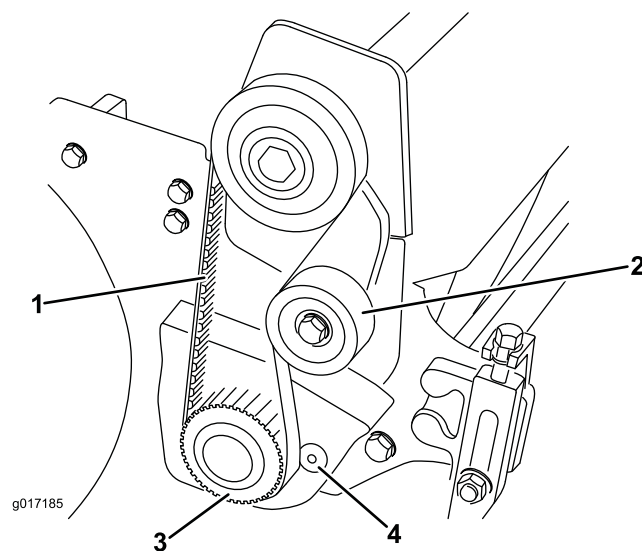

Figura 8
17. Allentate la puleggia tendicinghia per rilasciare la tensione della cinghia e togliete la cinghia di comando del cilindro dalle pulegge (Figura 8).
18. Con prolunga e cricchetto di trasmissione da 1/2 poll, rimuovete la puleggia motrice dall'albero del cilindro (Figura 8). Fissate il cilindro con un blocco di legno in modo che non ruoti.
19. Togliete le due viti a testa piana della macchina e i dadi che fissano il carter del braccio del groomer alla sede del cuscinetto e alla piastra laterale (Figura 8). Rimuovete il carter del braccio del groomer e bloccate il dispositivo di fissaggio.